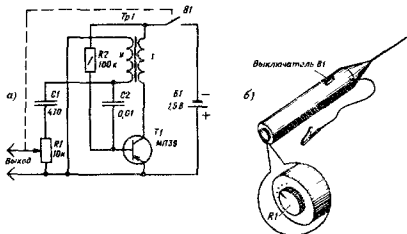

Рис. 69 Генератор-пробник на одном транзисторе
1. *Генератор-пробник на одном транзисторе* (рис. 69, б) предназначен для быстрой проверки каскадов усилителей или радиоприемников.
Принципиальная схема генератора-пробника изображена на рис. 69, а. Он вырабатывает импульсное напряжение с амплитудой, достаточной для проверки предоконечных и входных каскадов усиления низкочастотных конструкций. Помимо основной частоты на выходе пробника будет большое количество гармоник, что позволяет пользоваться им и для проверки высокочастотных каскадов — усилителей промежуточной и высокой частоты, гетеродинов, преобразователей.